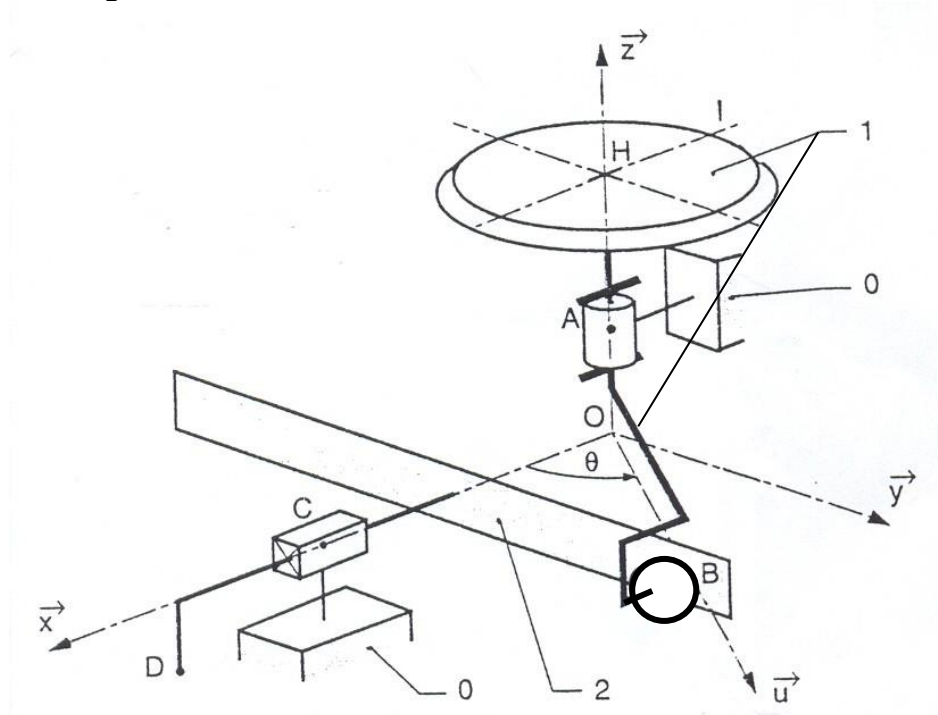

Figure 2 : schéma cinématique du mécanisme de transformation de mouvement de la scie
On modélise le mécanisme de transformation de mouvement par le schéma cinématique de la figure 2 :
- Q 1. Réaliser le graphe de liaison du mécanisme schématisé figure 2. Faire la figure plane de calcul.**